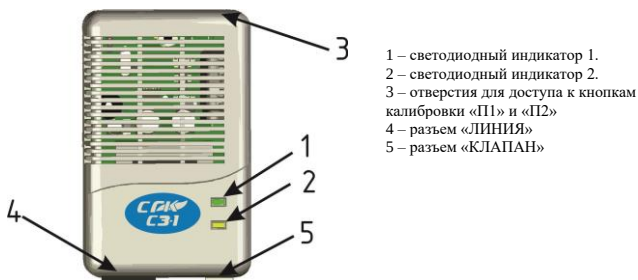

Рисунок 1. – Сигнализатор загазованности. Внешний вид.
–индикаторы 1 и 2 загораются зеленым цветом на 1 с, затем красным цветом. (рис. 1);
Затем сигнализаторы переходят в режим «ПРОГРЕВ». При этом игнорируются сигналы с датчика загазованности, что сопровождается прерывистым свечением светодиодного индикатора 1 (рис. 1). Цвет свечения – зеленый. По истечении времени прогрева сигнализаторов система входит в рабочий режим. При этом на всех сигнализаторах верхний индикатор горит постоянно зеленым цветом. Нижний индикатор на «ведущем» сигнализаторе горит зеленым цветом (при использовании клапана КЗГЭМ с индикацией положения, при открытом клапане) и желтым(оранжевым) при использовании бытового клапана КЗГЭМ-Б без индикации положения. На «ведомых» сигнализаторах нижний индикатор не горит.
Сигнализатор загазованности оснащен собственной световой (индикаторы 1 и 2 (рис.1) и звуковой сигнализацией.
1. клапан открыт – зеленый цвет свечения светодиода индикатора 2 (рис.1);
2. клапан закрыт – желтый (оранжевый) цвет свечения светодиода индикатора 2 (рис.1);
- индикаторы 1 и 2 загораются зеленым цветом на 1 с, затем красным цветом. (рис. 1);
Затем сигнализатор переходит в режим «ПРОГРЕВ». При этом в течение первых трех минут для СЗ-2 и одной минуты для СЗ игнорируется сигнал с датчика загазованности, что сопровождается прерывистым свечением светодиода индикатора 1 (рис. 1). Цвет свечения – зеленый. По истечении времени прогрева (табл. 1) сигнализатор входит в рабочий режим.